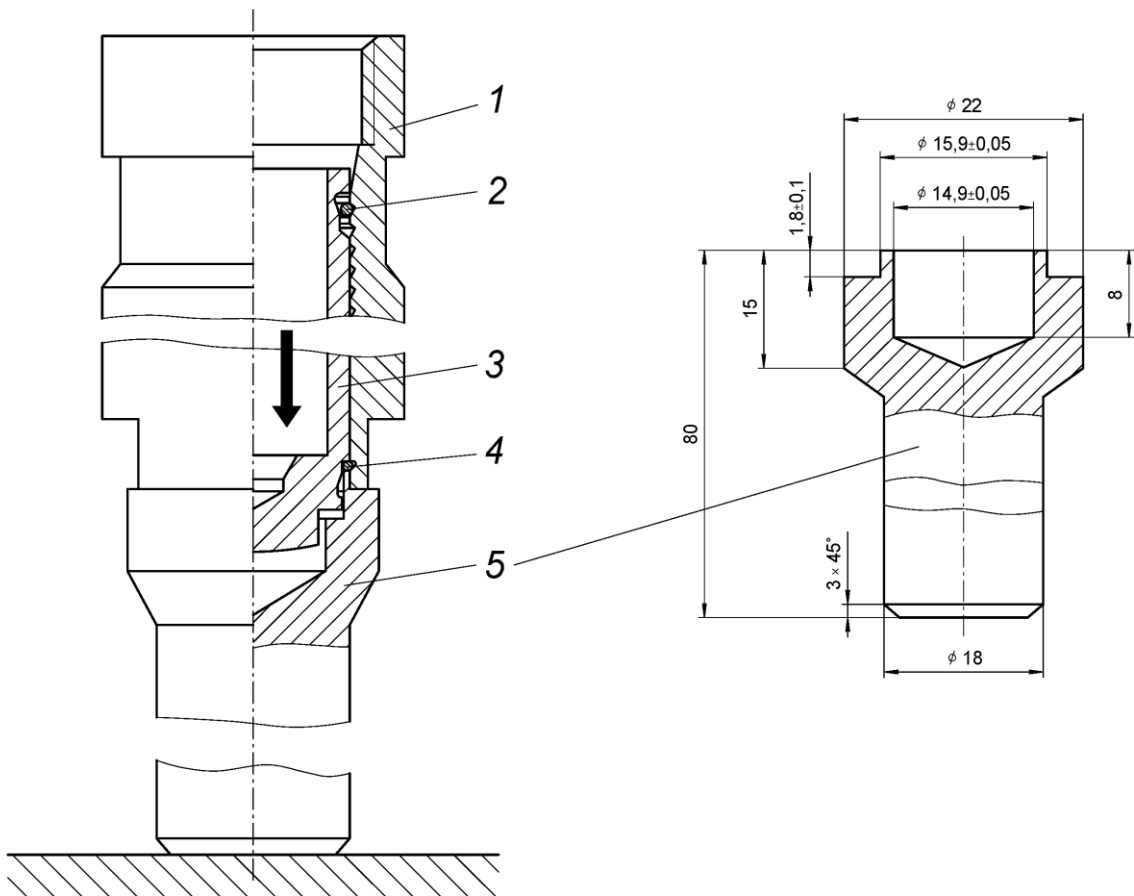

Рис.59. Сборка гидронатяжителя с помощью оправки:
- на закрепленную вертикально оправку 5 (рис.59) установить корпус гидронатяжителя 1;